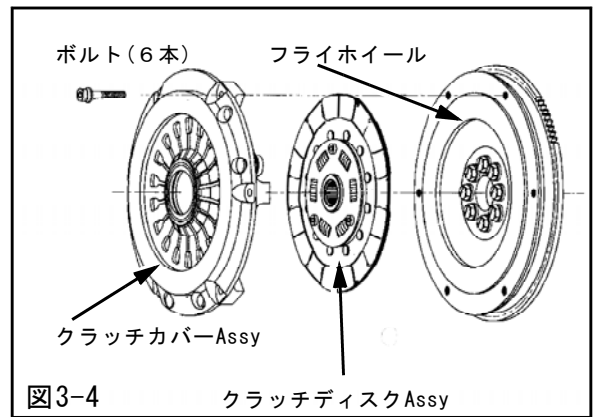

図3-4 クラッチディスクAssy
- (3) フライホイールフェイス面およびクラッチカバーAssyのプレートの摩擦面を脱脂してください。
- (4) 図3-4に示す様にそれぞれの順番とバランス取りペイントを同一方向に合わせてクラッチカバーボルトを使用して取付けてください。クラッチディスクAssyは、スプラインボス凸部がミッション側に向くように取付けてください。
(図3-4) (P1×1, P2×1, P3×1, P4×1)